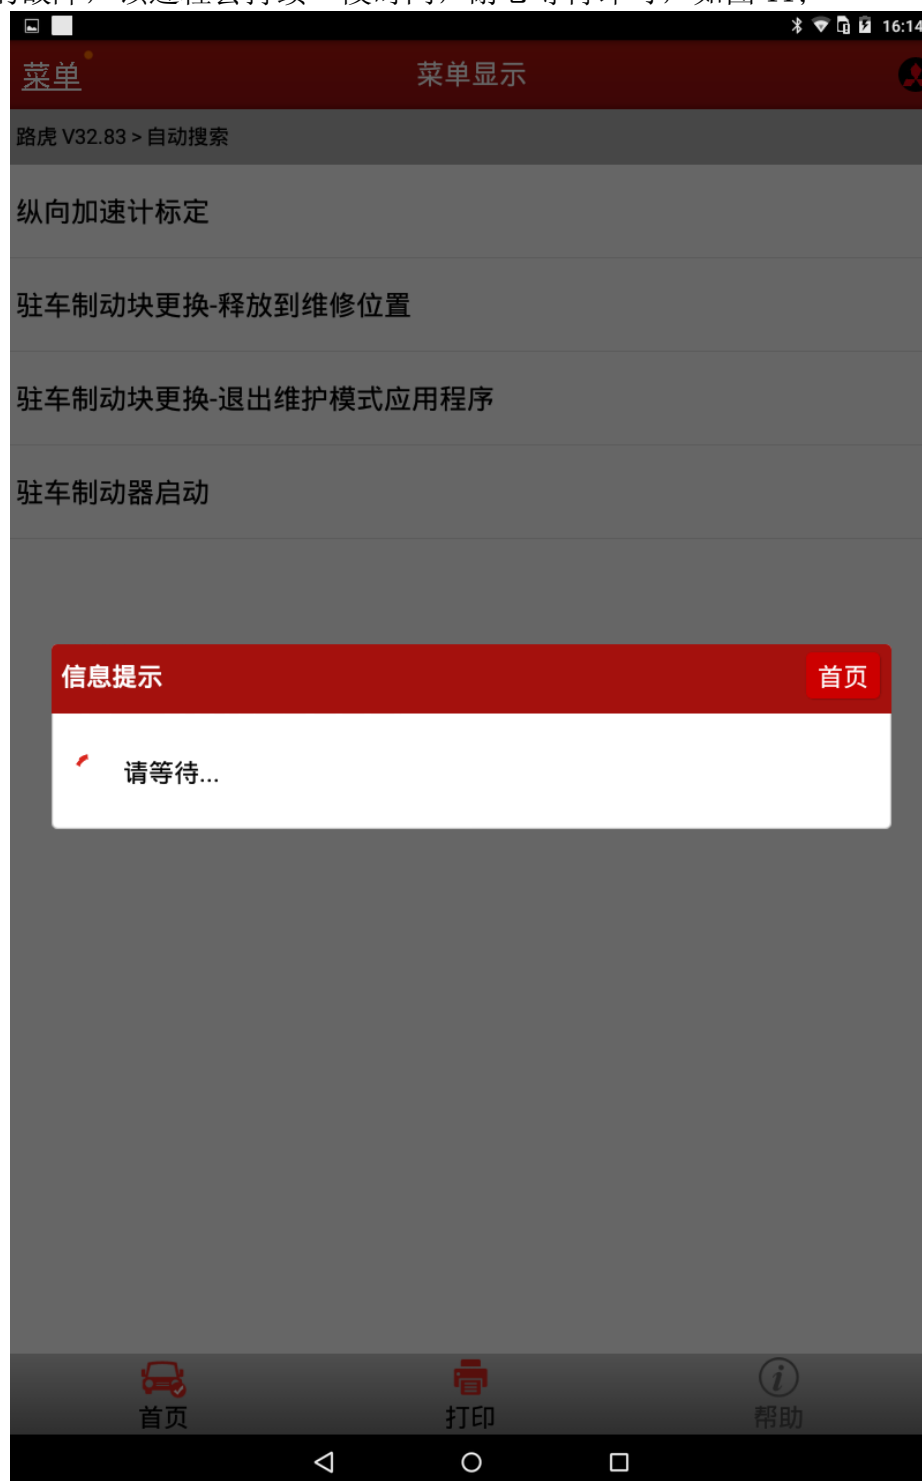

图 11
- F). 选择【是】按钮以清除执行过程中可能造成的临时性故障，程序会逐个清除车辆各个系统的故障，该过程会持续一段时间，耐心等待即可，如图 11；